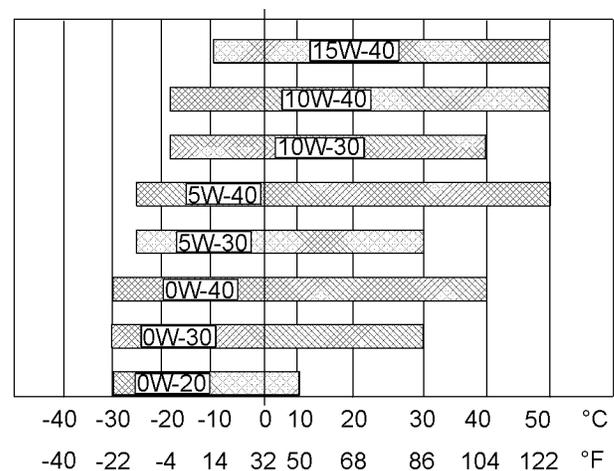

图 43
请参阅图 43（最低温度）以确定发动机冷起动时所需要的机油粘度。
请参阅图 43（最高温度）以选择发动机在预期的最高环境温度下运行时所需要的机油粘度。
- 参见相应的“润滑剂粘度”。为找到适合您的发动机的机油粘度等级，请参阅图43。